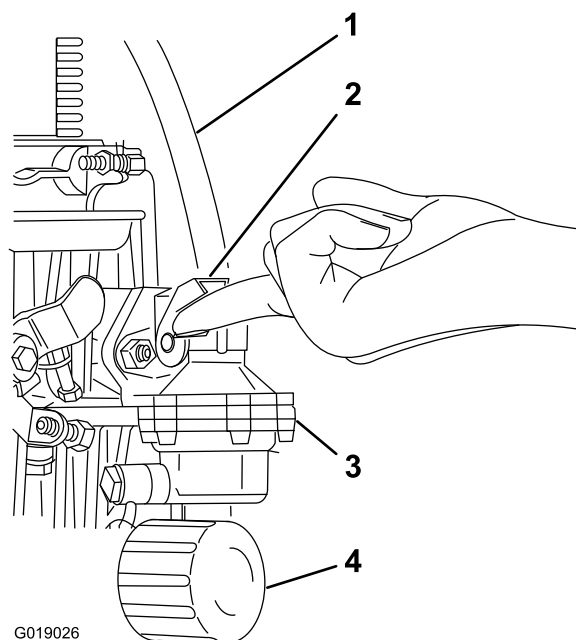

Figure 24
5. Sur la pompe à carburant, actionnez le levier d'amorçage jusqu'à ce que vous entendiez le carburant retourner dans le réservoir de carburant par la conduite de retour de carburant (Figure 24).